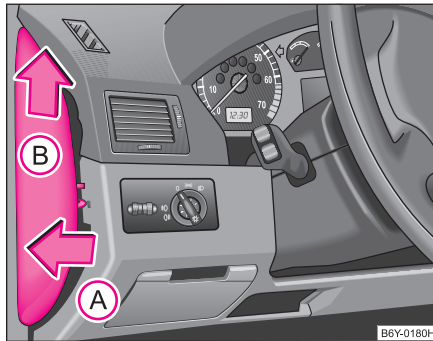

Abb. 167 Linke Seite der Schalttafel: Sicherungsdeckel
- Setzen Sie den Schraubendreher unter dem Sicherungsdeckel (am Ausschnitt in dem Sicherungsdeckel) an, hebeln Sie ihn vorsichtig in Pfeilrichtung (A) ab und nehmen ihn entgegen der Pfeilrichtung (B) heraus ⇒ Abb. 167.
- Schieben Sie den Sicherungsdeckel zuerst in die Schalttafel in Pfeilrichtung (B) und drücken dann den Sicherungsdeckel so entgegen der Pfeilrichtung (A), dass die Führungsnasen in den Öffnungen der Schalttafel einrasten.